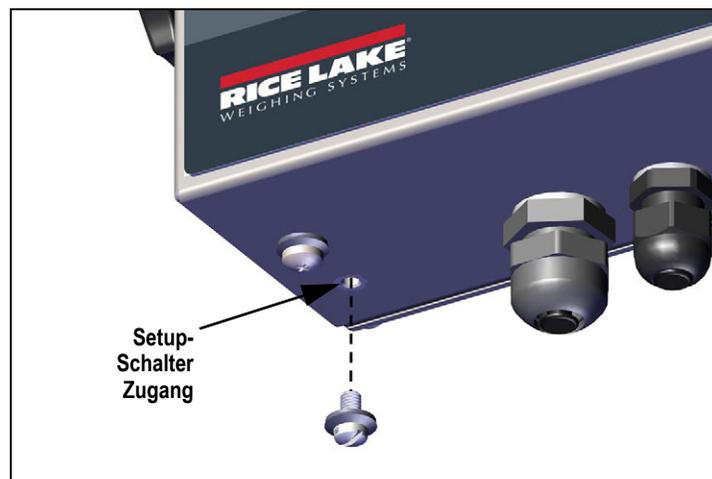

Abbildung 4-1. Setup-Schalter – Zugang
1. Durch Drücken des Setup-Schalters auf den Einrichtungsmodus zugreifen (Abbildung 4-1 auf Seite 26). \overline{CONF} wird angezeigt.